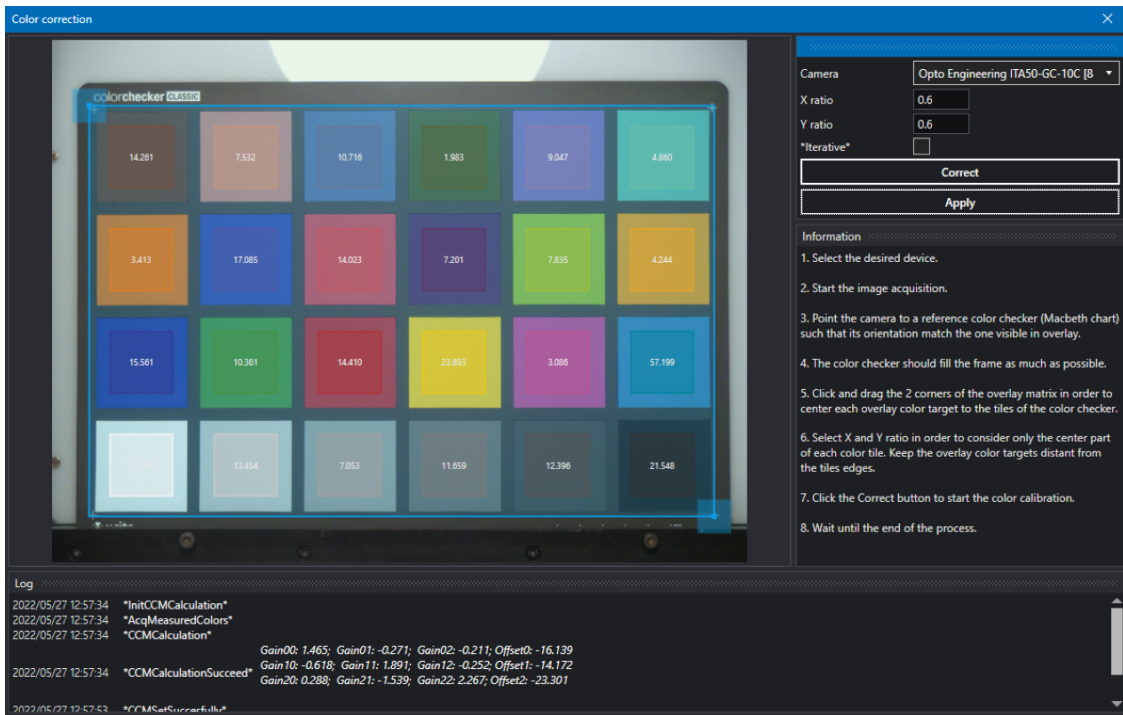

Figure 99: 色彩校准程序的第四步：使用 Itala View 的 *Color Correction Wizard*，按照向导的提示进行色彩校准。
4. 现在可以使用 Itala View 的 *Tool* 面板中的专用向导进行色彩校准：4.7.6 段列出了正确使用 *Color Correction Wizard* 的说明（图 99）。